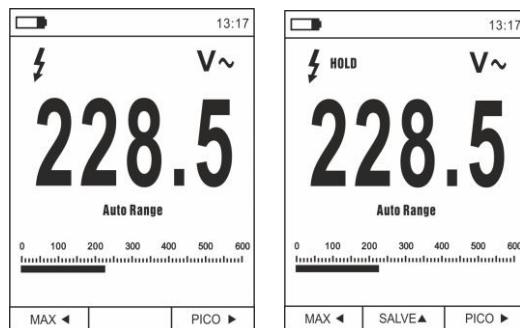

Fig. 7 Guardar o valor apresentado no display
1. Premir o botão **HOLD/REL** para fixar o resultado. A mensagem "HOLD" aparece no display e o botão **SALVE ▲** (ver Fig.7 – parte direito)